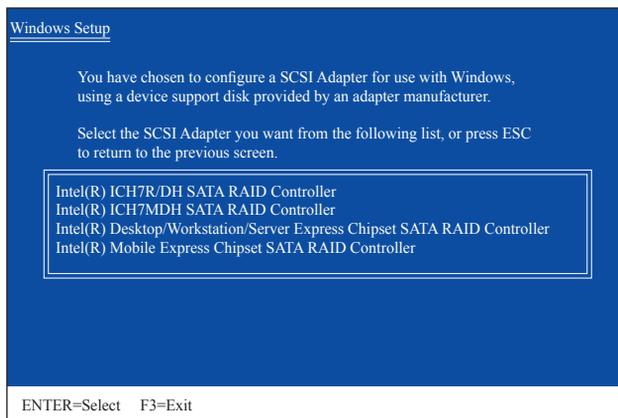

図 3
SATA RAID/AHCIドライバを含むフロッピーディスクを挿入し、<Enter>を押します。次に、以下の図3のようなコントローラメニューが表示されます。**Intel(R) Desktop/Workstation/Server Express Chipset SATA RAID Controller**を選択し、<Enter>を押します。AHCIモードの場合、キーボードの矢印キーを使用して **Intel(R) ICH10R SATA AHCI Controller** アイテムにスクロールし <Enter> を押します。